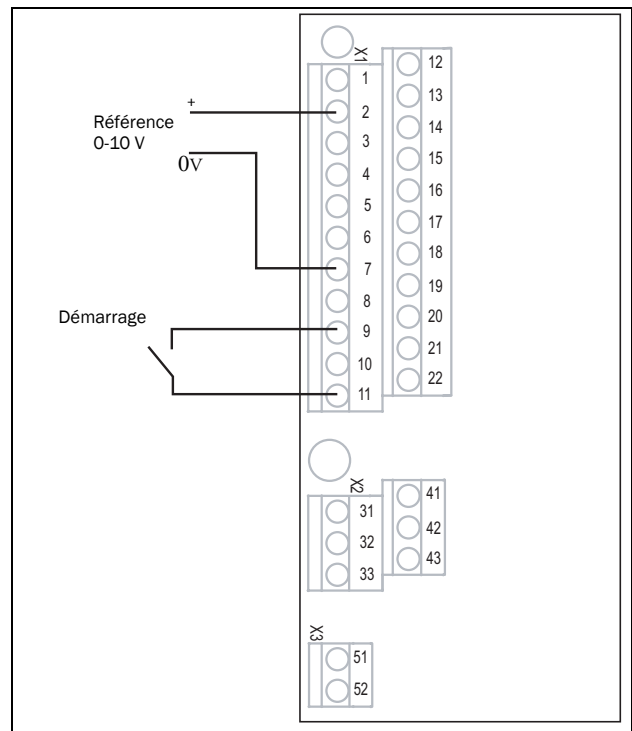

Fig. 54 Câblage
3. Connecter une valeur de référence entre les bornes 7 (Commune) et 2 (AnIn 1) comme illustré à la Fig. 54.
4. Connecter un bouton de démarrage externe entre les bornes 11 (+24 V DC) et 9 (DigIn2, MARCHE D), comme illustré à la Fig. 54.
14. Connecter les entrées/sorties analogiques et numériques conformément à la Fig. 54.